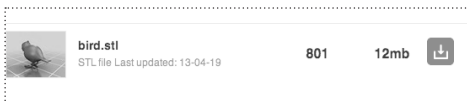

Рис. 10.9
5. В окне загрузок щелкните файл bird.stl. Файл будет загружен с сайта Thingiverse на локальный компьютер [Рис. 10.9].